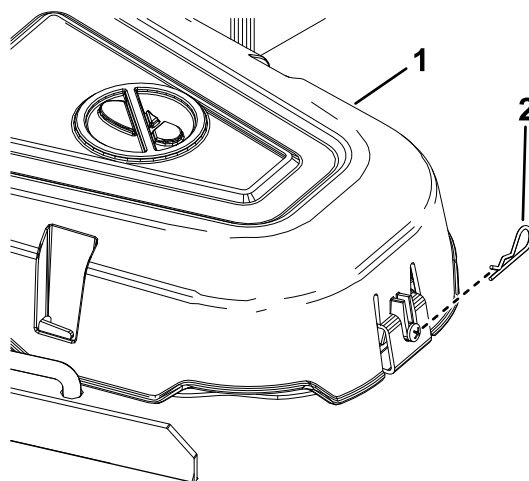

Figura 54
4. Remova o perno de gancho e empurre a patilha da tampa para remover as tampas das polias (Figura 54).